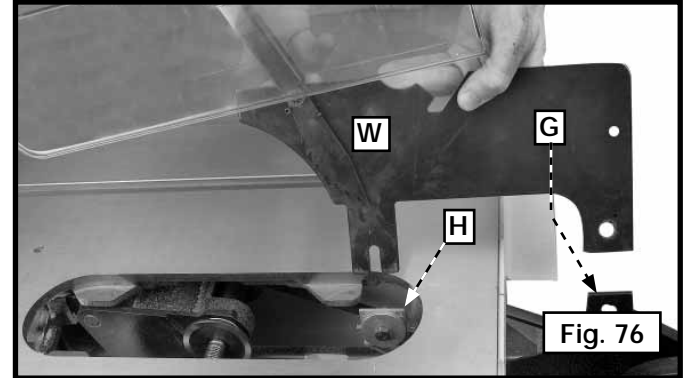

Fig. 76
⚠ PRECAUCIÓN: Para ciertas operaciones de corte (ranuras y molduras) en las que la pieza de trabajo no se corta totalmente, no se puede usar el ensamble de protector de hoja y hendidor. Afloje los tornillos en (G) y (H) fig. 76 levante y extraiga el ensamble de protector y hendedor (W).